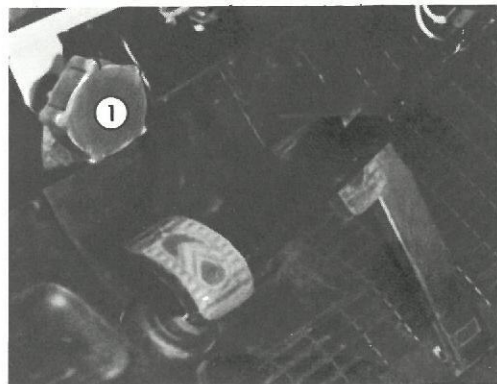

Fig. 39 - Réglage des projecteurs en roulant
- *Réglage en roulant (Fig. 39) :*